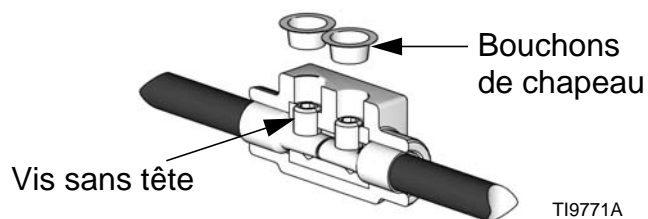

FIG. 11
REMARQUE : lorsque les vis sans tête sont serrées à un couple de 6,78 N•m (60 po-lbs), elles sont quasiment encastrées dans le connecteur. Consultez la FIG. 11.
- f. Introduisez les bouchons de chapeau dans les vis sans tête. Consultez la FIG. 11.